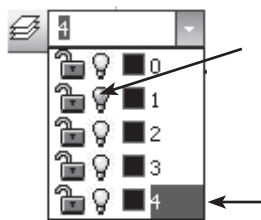

Рис. 131
19. Сделать активным четвертый слой (*размеры*). Первый слой отключить (погасить лампочку) — рис. 131.